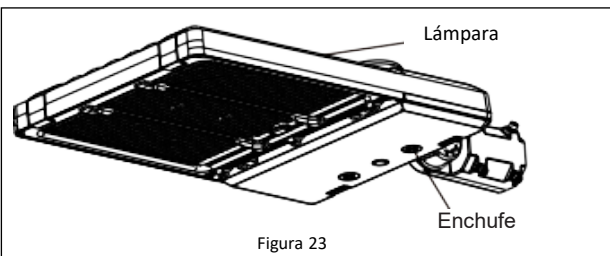

Figura 23
1. Quita el tapón del enchufe del sensor. Inserta el sensor de movimiento dentro del enchufe. **Ver la Figura 23.**